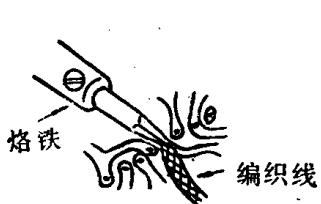
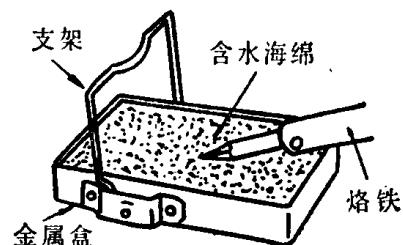

图1-3 用编织线沾焊锡
图1-4 烙铁除垢器
3.用一段被焊剂（松香酒精溶液）浸过的编织线置于集成块的脚上，如图1-3所示。然后用不带污垢和锡滴的烙铁（温度要适宜）把各脚的焊锡熔化，轻轻地转动编织线，就会把焊锡沾起来。如果一次没有沾完，再把沾有焊锡的编织线头剪掉继续沾，直到各脚脱离开印制板为止。也可以用多股铜线代替编织线，但需要把它拧在一起。不要用被氧化的旧线，因不易沾锡。烙铁除垢器如图1-4所示，小盒里面装有特殊的海绵，能耐腐蚀和摩擦，由于过热的烙铁突然接触含水的海绵，就会把上面的污垢洗净，并能防止烙铁过热。